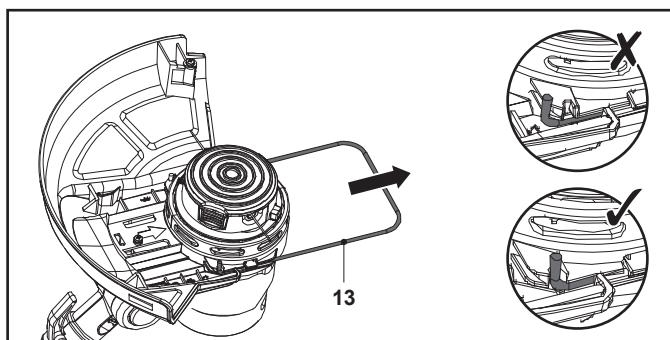

Fig. 10. Poziția de tăiere/tundere la margini
1. Trage scutul pentru plante (13) în afară până când se blochează în poziție pentru tăiere/tundere la margini (fig. 10).